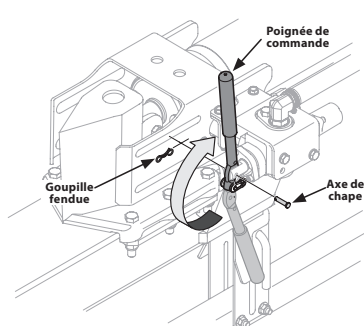

Figure 9
22. Retirez l'axe de chape et la goupille fendue de la poignée de commande. Voir Figure 9.
23. Faites pivoter la poignée de commande à la position de fonctionnement et fixez-la avec l'axe de chape et la goupille fendue retirés à l'étape 22. Voir Figure 9.